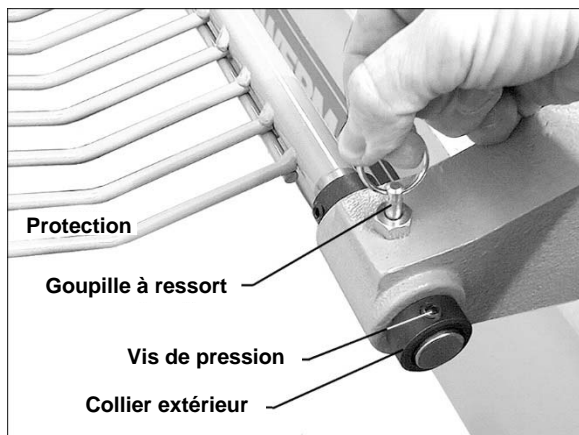

Figure 6-4 : Installer la protection en option
1. Sur la protection, desserrer la vis de calage sur le rebord extérieur (illustré à la figure 6-4) avec une clé hexagonale de 4 mm. Faire glisser le rebord extérieur hors de la tige de maintien de la protection.
2. Insérer la tige de maintien de la protection dans le support de montage à l'arrière de la poupée fixe, comme illustré à la figure 6-4. Soulever la goupille-ressort, comme indiqué, pour faire glisser la tige de maintien de la protection dans le support de montage. Libérer la goupille-ressort et elle s'enclenchera dans sa position en poussant la tige de maintien plus loin.